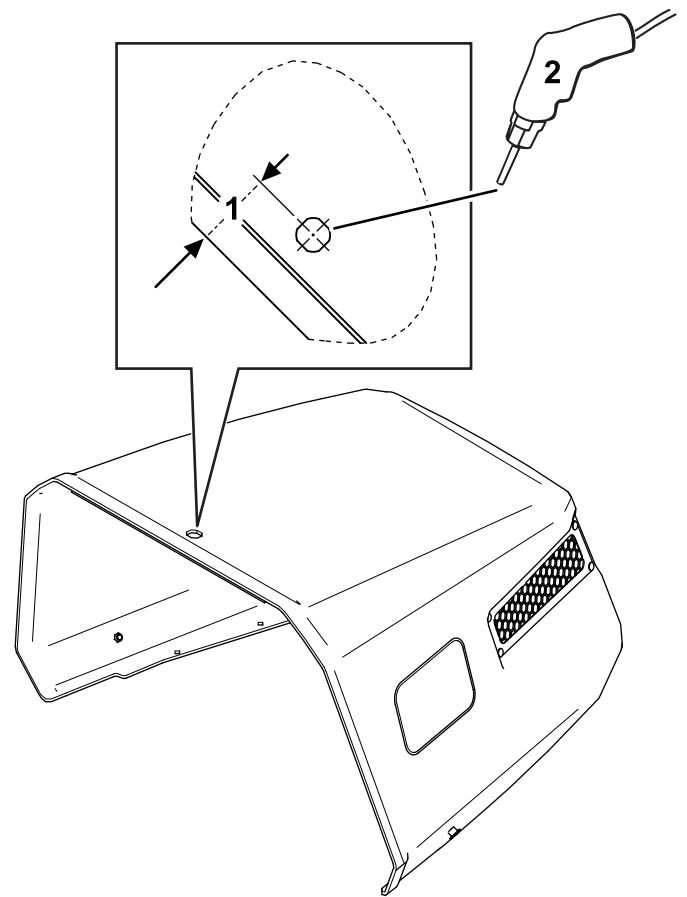

Figura 50
1. Utilizzate una punta ($\frac{7}{8}$ "") per praticare un foro in un'area centrale del cofano, come illustrato nella Figura 50.